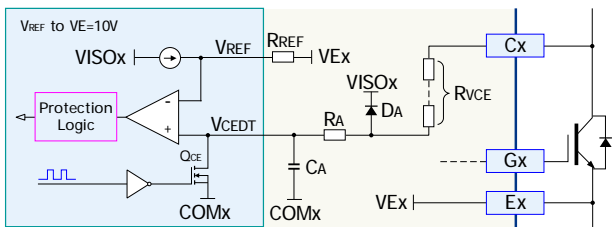

图 9. 短路保护原理框图
2) 采用串电阻检测方式，过流保护信号输出时序图参见图 9。
驱动器的 IGBT 短路保护使用 VCE 检测电路【见图 9】，两个通道各自独立。短路保护功能只在 IGBT 开通的时候有效；在 IGBT 关断状态，触发信号会将 QCE 打开，使得 VCEDT 钳位在 COMx（相对 VEX 为 -10V 左右），比较器不动作。